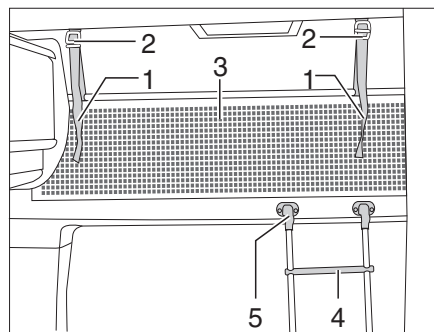

Fig. 156 Lit de capucine
Toujours monter sur le lit de capucine avec l'échelle de montée (Fig. 156,4) de série.
- Accrocher l'échelle par les longerons sur le bandeau du lit de capucine (Fig. 156,5) installé au bord du lit.
Le filet de sécurité (Fig. 156,3) de série est rangé entre le matelas et le sommier à lattes. Ne tendre le filet de sécurité qu'une fois que les personnes se trouvent dans la capucine.
- Faire s'enclencher les sangles de retenue (Fig. 156,1) dans les œillets du plafond (Fig. 156,2).